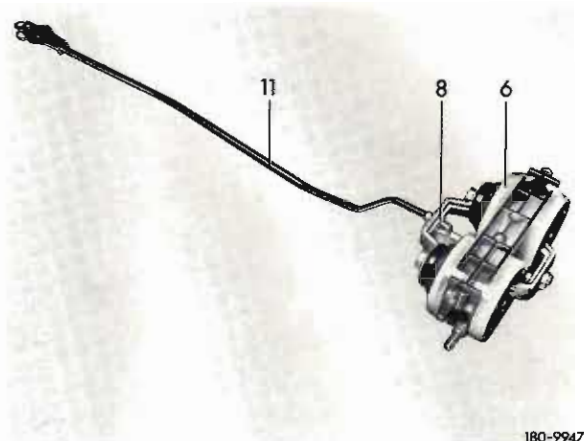

Bild 4
16 Schaltstangen (11) bis zum Anschlag in die Unterdruckelemente (6) für die Fondtüren hineindrücken und mit den Sicherungen (8) sichern (Bild 4).